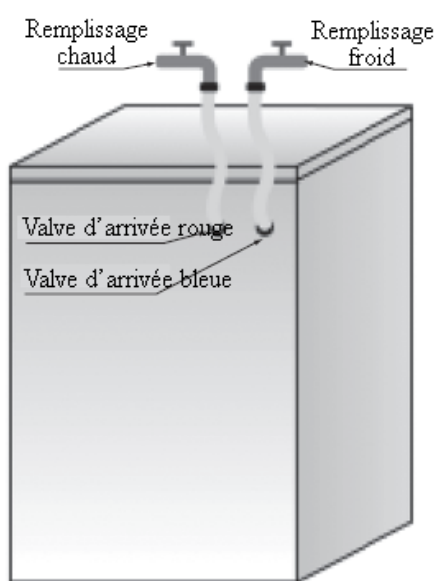

Figure. 1
⑩ Si vous souhaitez raccorder l'alimentation d'eau chaude et froide (figure 1):